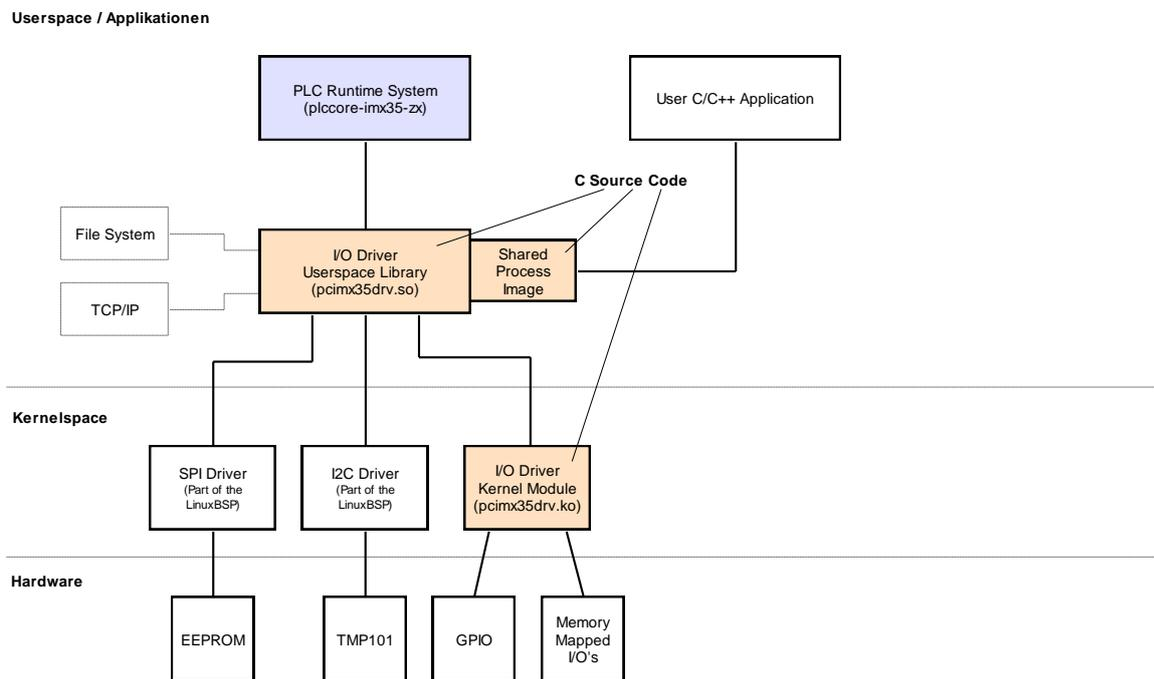

Bild 34: Übersicht zum Driver Development Kit für das PLCcore-iMX35
Bild 34 vermittelt einen Überblick über die DDK-Struktur und die enthaltenen Komponenten. Das DDK beinhaltet unter anderem die Quellen des Linux Kernel-Treibers (*pcimx35drv.ko*) und der Linux User-Bibliothek (*pcimx35drv.so*).
1. Sourcecode für Linux Kernel-Treiber (*pcimx35drv.ko*, siehe Bild 34), beinhaltet alle notwendigen Files um Kernel-Treiber neu zu erstellen (C- und H-Files, Makefile usw.)
2. Sourcecode für Linux User-Bibliothek (*pcimx35drv.so*, siehe Bild 34), beinhaltet alle notwendigen Files um User-Bibliothek (incl. der Implementierung des Shared Process Image) neu zu erstellen (C- und H-Files, Makefile usw.)